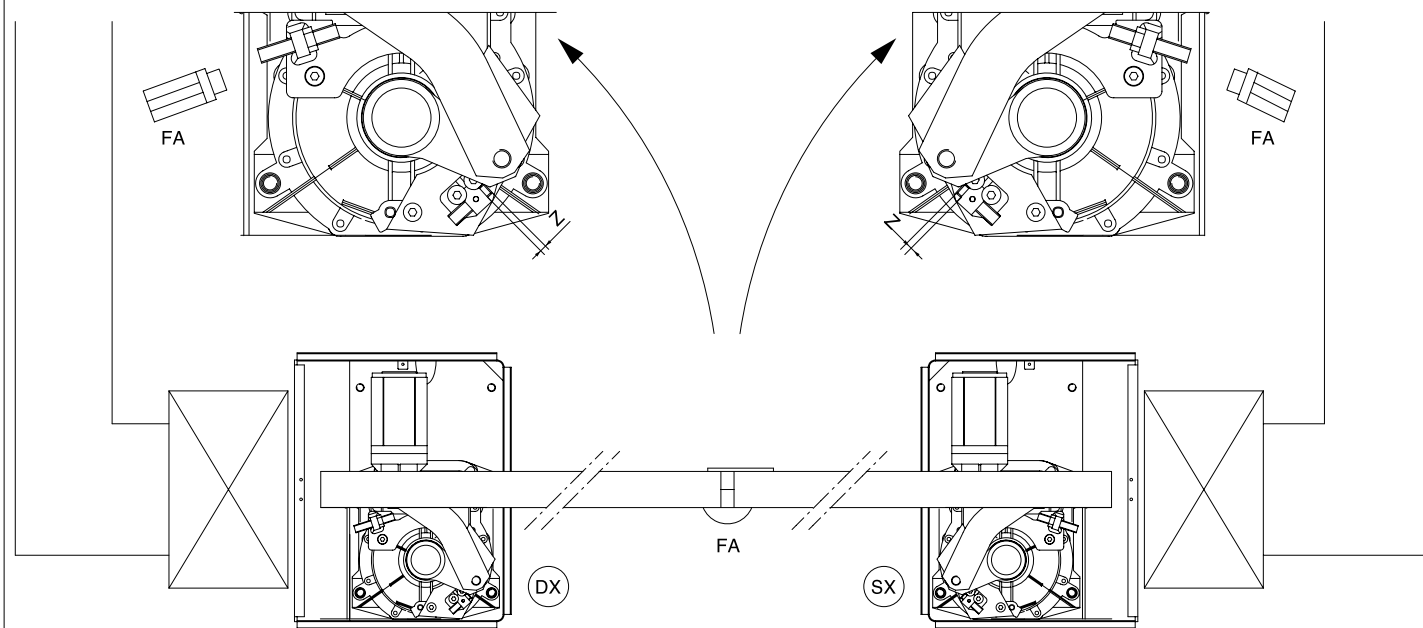

Fig. 9
- Posicionar o conjunto de alavancas introduzindo o tubo A no eixo da caixa de fundação conforme indicado na fig.9. Caso a altura do conjunto de alavancas não seja suficiente, prever uma espessura de compensação "S" a ser interposto entre o conjunto de alavancas e a folha do portão conforme fig.5.
- Montar os detalhes da lavanca de ligação motoreixo, na sequência correcta indicada na fig.9. Caso a posição assumida pelas alavancas atrapalhe a montagem dos detalhes, alimentar os motores (por meio da central de comando) até que as alavancas atinjam a posição desejada.
- Após 80000 manobras e, todavia após 5 anos de vida, substituir o mancal B (fig.9) tendo o cuidado de limpar cuidadosamente o local e substituir a graxa velha.